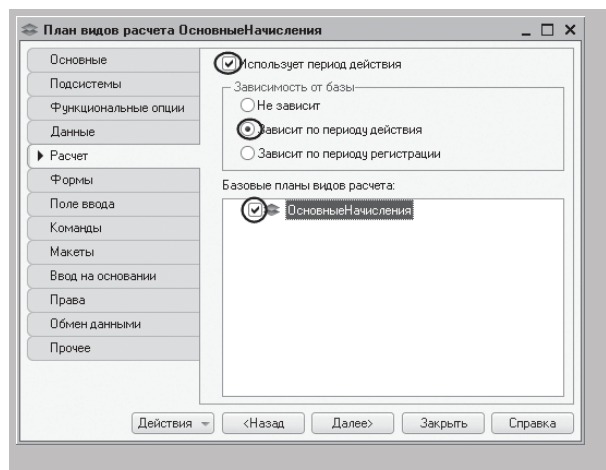

Рисунок 25.2 - Определим использование периода действия, зависимость от базы и базовые планы видов расчета
1.4 В качестве базового плана видов расчета укажем его самого, поскольку все наши виды расчетов будут храниться в единственном плане видов расчета (рисунок 25.2).